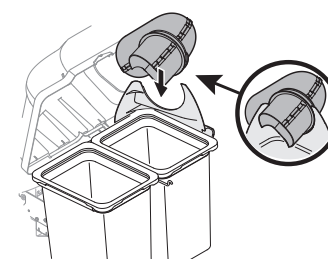

Figure 27
7. Avec le couvercle de la goulotte de descente ouverte, installez la goulotte supérieure sur l'adaptateur de goulotte de descente, et déposez-le dessus afin que le support de la goulotte de descente repose dans la gorge de la goulotte supérieure. Consultez la Figure 27.